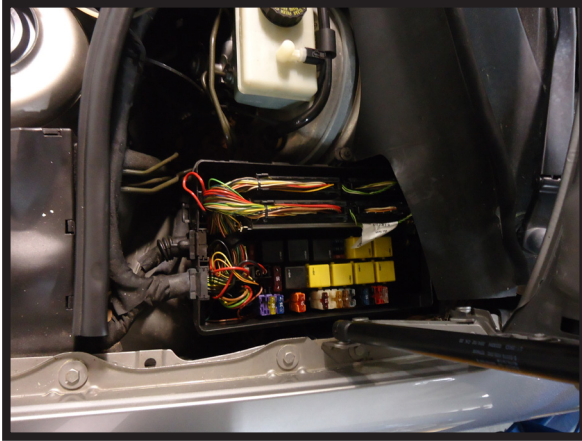

FIGURE 39
1. LOCATE THE N51 CONTROL MODULE (LOCATED IN THE LEFT SIDE FUSE BOX) VERIFY THAT IT READS "TEMIC". (FIGURE 39)